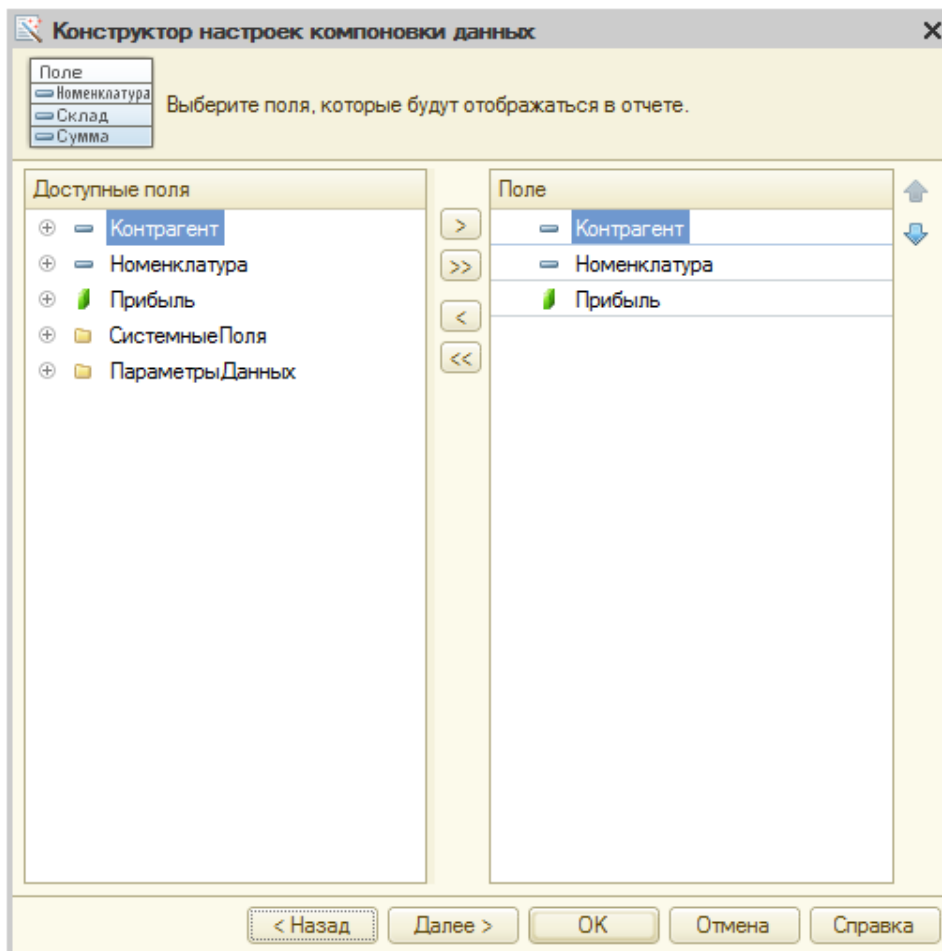

Рисунок 16.3- Выбор полей отчета при представлении отчета в виде списка
5. На вкладке **Настройки** мы включим отображение параметров **Начало** периода и **Конец** периода в пользовательском интерфейсе и, вызвав конструктор настроек компоновки данных, выберем тип отчета – **Список**, в качестве полей, которые будут отображаться в отчете, выберем **Контрагент**, **Номенклатура** и **Прибыль**, Рисунок 16.3.